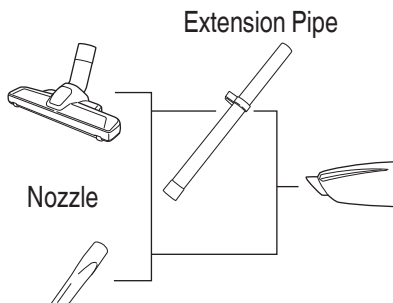

Fig. 14
2. Attach the nozzle (**Fig. 14**)